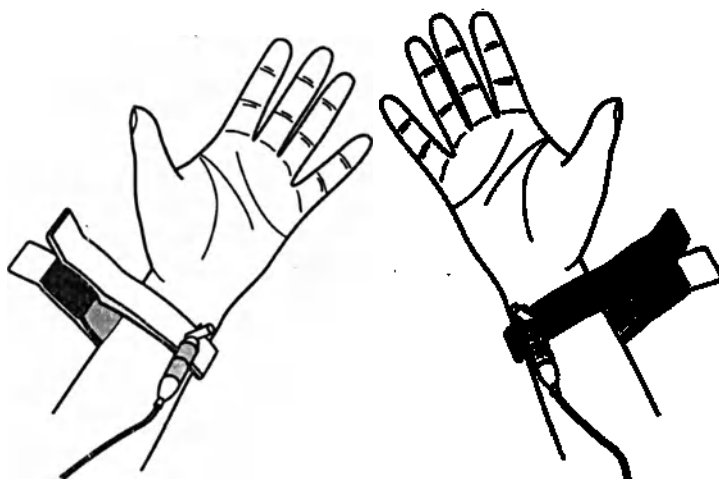

Рис. 44. Наложение ЭКГ-электродов на руки пациента в области нижней трети предплечий рук
- 4) Для регистрации ЭКГ, как правило, используется один канал, могут применяться прижимные ЭКГ-электроды, подкладные ЭКГ-электроды, одноразовые ЭКГ клеящиеся электроды с коннектором «кнопка», соответствующие кабели отведения. Установка ЭКГ электродов проводится аналогично п. 3.2.1 настоящего руководства по эксплуатации (рис. 44).